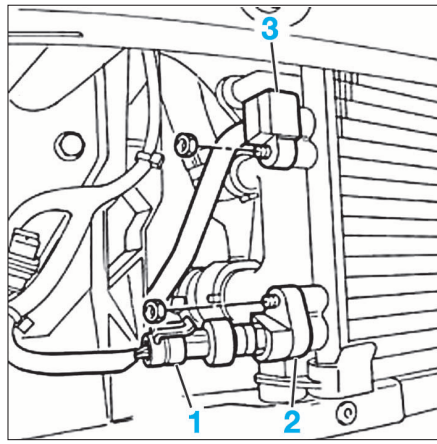
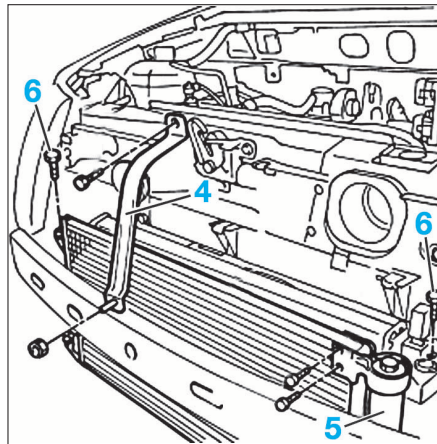

FIG. 24
FIG. 25
- Débrancher le connecteur (1) (Fig.24).
- Déposer les canalisations (2) et (3).
- Déposer l'étrier (4) (Fig.25).
- Déposer le filtre déshydrateur (5) (véhicule commercialisé jusqu'au 06/2006, voir généralités).
- Déposer les vis (6), puis extraire le condenseur.